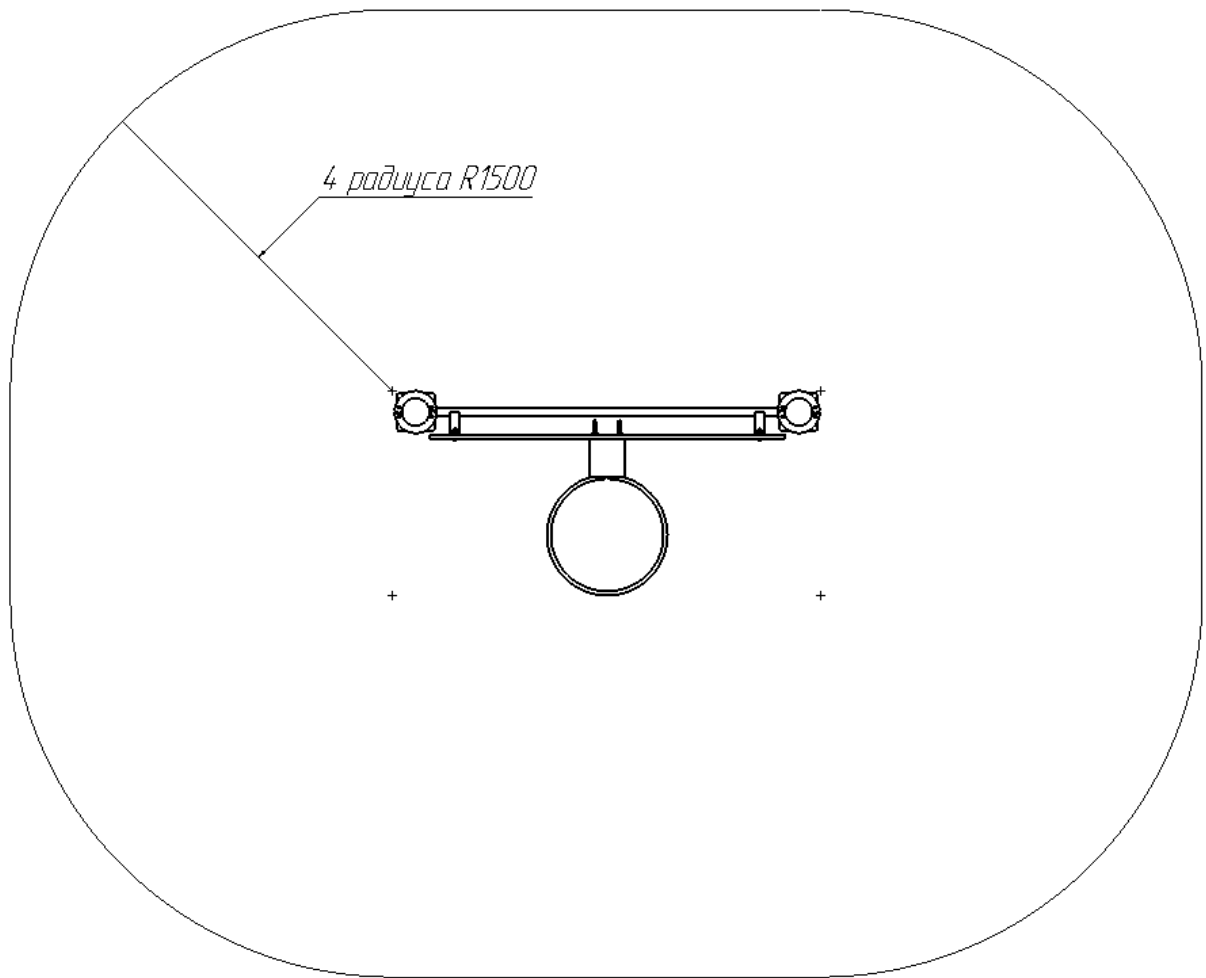
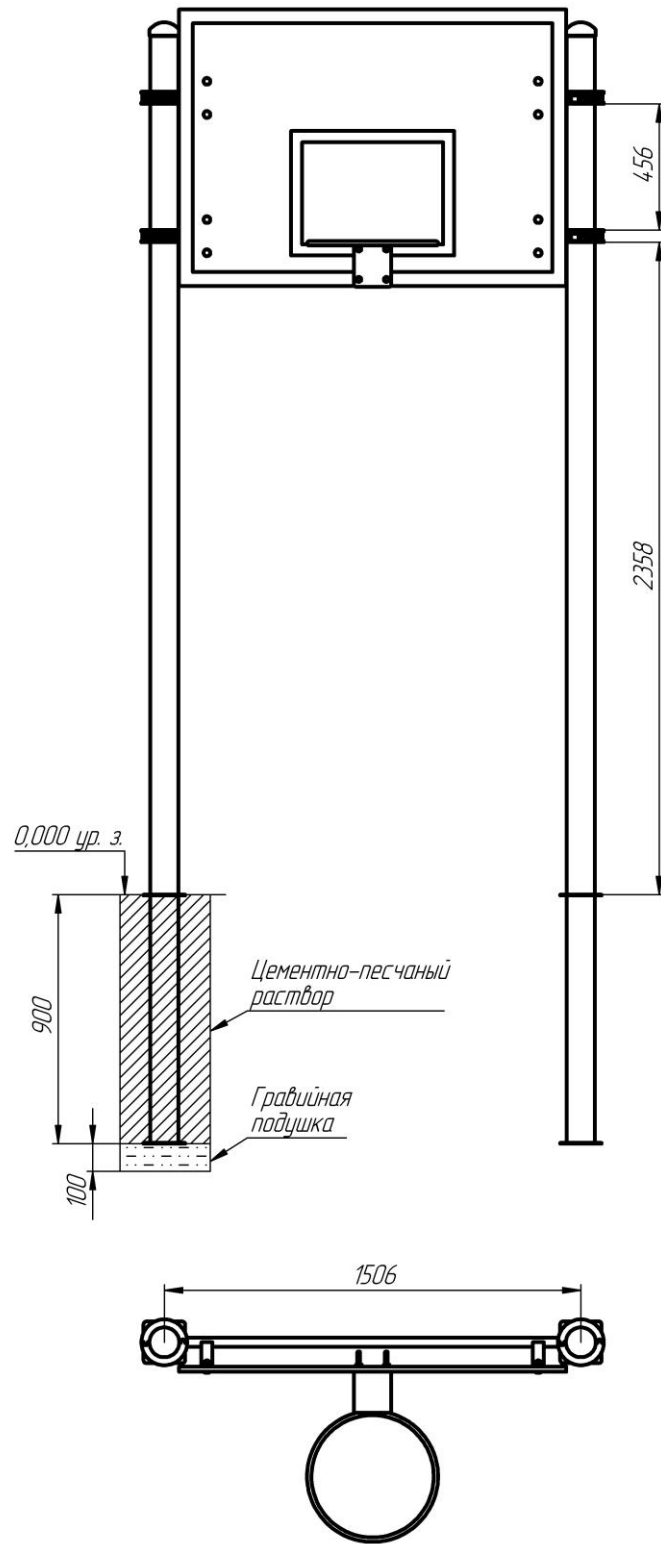

Рис.1
Рис. 4
Над зоной перемещения, представленной на рис.1., должно быть пространство на высоту 5,3 м свободное от строений, зеленых насаждений и элементов других конструкций.
- 8.1.2. Установка Изделия проводится на ровной площадке, свободной от насаждений. Размер площадки не меньше указанного на зоне безопасности (см. рис.1).
- 8.3.1. Устойчивость Изделия достигается при помощи бетонирования части конструкции (см. рис. 4). На месте установки комплекса подготавливаются углубления размером 220x220 мм, глубиной 1000 мм в количестве 2 штук. На дно углублений засыпается гравийная подушка высотой 100 мм и утрамбовывается. Далее устанавливаются столбы на глубину 900мм (согласно монтажной схеме рис.1). Далее столбы заливаются цементно-песчаным раствором (типа бетон), параллельно контролируя вертикальность состояния заливаемых элементов. После окончательного застывания цементно-песчаной основы, на столбы навешивается щит при помощи хомутов